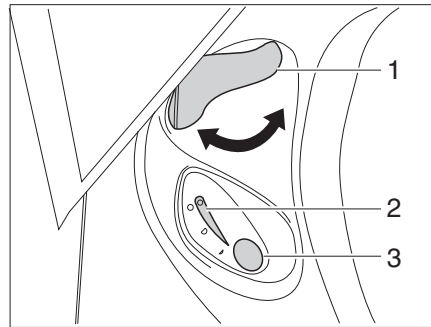

Fig. 382 Unité de commande des toilettes Thetford
- Avant d'actionner la chasse d'eau, ouvrir le curseur des toilettes Thetford. Tourner pour cela le levier du curseur (Fig. 382,1) dans le sens inverse des aiguilles d'une montre.
- Pour actionner la chasse d'eau, appuyer sur le bouton bleu (Fig. 382,3).
- Après avoir actionné la chasse d'eau, fermer le curseur. Tourner le levier du curseur (Fig. 382,1) dans le sens des aiguilles d'une montre.
Le voyant de contrôle (Fig. 382,2) s'allume lorsque la cassette Thetford doit être vidée.
- Tourner le levier du curseur (Fig. 382,1) dans le sens des aiguilles d'une montre. Le curseur se ferme. Pour la vidange il **faut** que le curseur des toilettes Thetford soit fermé.